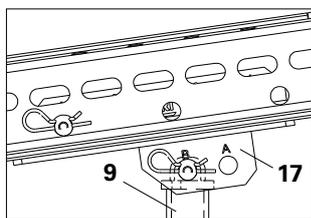

Fig. A2.10a
- toute inclinaison et toute taille de cadre souhaitées sont possibles en bouchant les trous "A ou B" pour la tête d'étau et les trous 1, 2, 3 ou 4 de la filière pour le connecteur MP/SRU. (Fig. A2.10a + A2.10b)